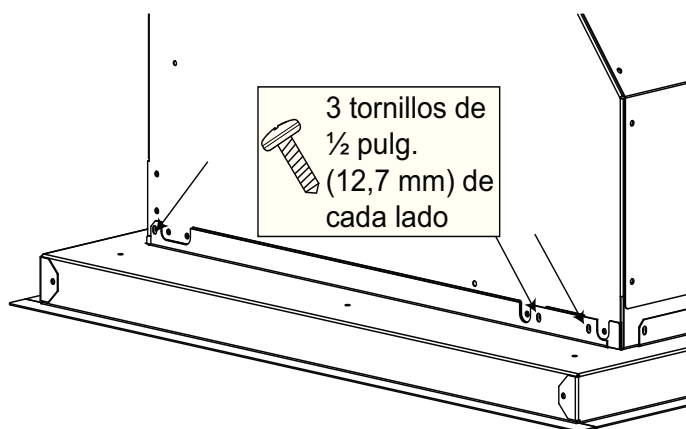
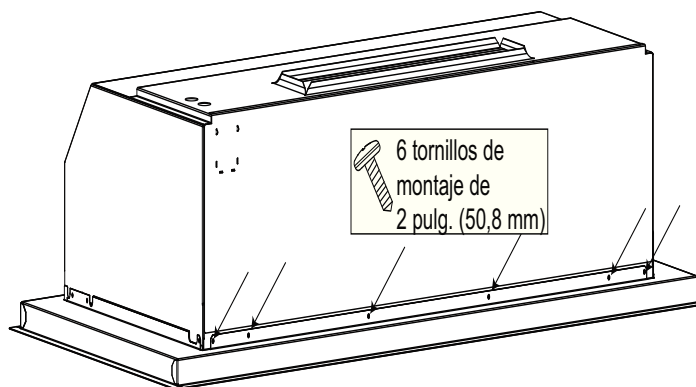

Figura 35: Sujeción de las partes laterales del marco
Figura 36: Tornillos traseros de los modelos VCIB
- b) Sujete el marco a ras de la parte inferior del armazón. Sujételo a la campana con dieciocho tornillos de 0,5 pulg. (12,7 mm), como se muestra en la Figura 35 y la Figura 36.